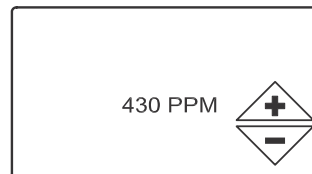

РИС. 37
5. Нажать кнопку ВЫБОР (O) для отображения экрана Жесткость (См. Рисунок 37).